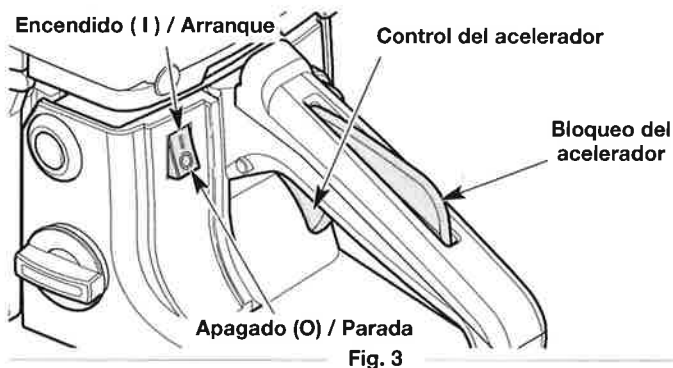

Fig. 3
5. Mueva el interruptor de encendido/apagado a la posición **On** (encendido) (Fig. 3).
NOTA: NO toque el control del acelerador hasta el paso 14 (Fig. 3).
8. **NO** toque el control del acelerador (Fig. 3). Coloque la unidad sobre una superficie plana y nivelada. Despeje el área de cualquier objeto que podría entrar en contacto con la cadena de la sierra.
2. Mueva el interruptor de encendido/apagado a la posición **Off** (apagado) (Fig. 3). Espere a que la cadena de la sierra se haya detenido completamente.